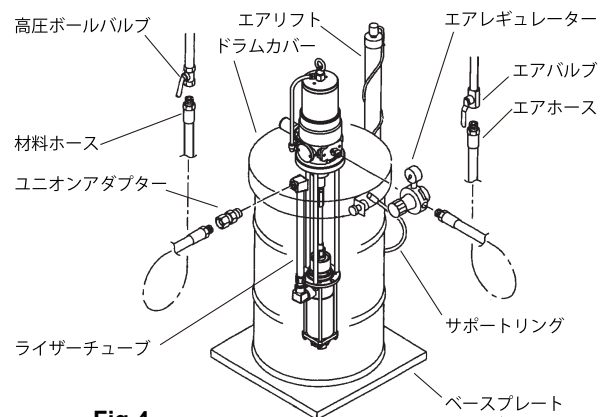

Fig.4
- 1) ドラムカバー(別売)にポンプを固定し、オープンタイプのドラム缶に取付けてください。(Fig.4)